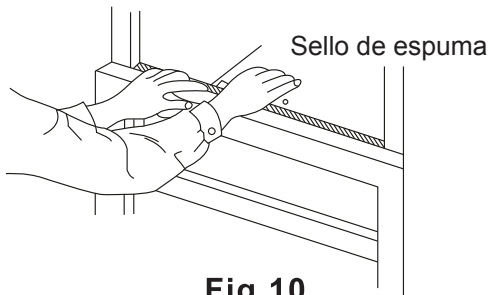

Fig.10
D. Corte el sello de espuma de la hoja de la ventana y pongala en el lugar entre las hojas superiores e inferiores. (Fig.10).